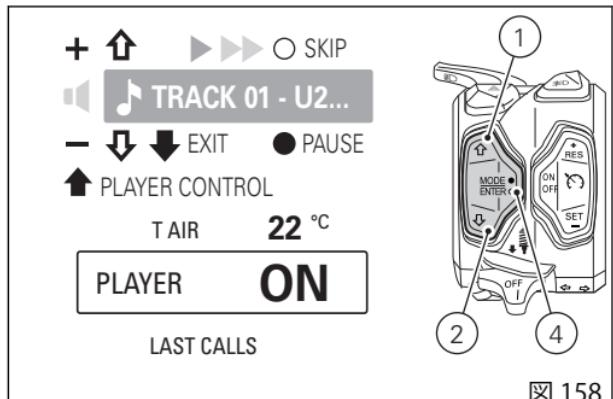

図 158
プレーヤーが起動していない場合、インストルメントパネルは "PLAYER OFF" の文字を表示します (図 156)。起動するにはボタン(4) を押します。インストルメントパネルは "PLAYERON" の文字を表示し、メニューの上にプレーヤーメニューが現れます (図 158)。プレーヤーメニューの表示を解除するには、ボタン(2) を 2 秒間押します。
プレーヤーが ON でプレーヤー操作内にいる時は(図 158)、ボタン(1)、ボタン(2)、ボタン(4)はプレーヤー操作専用ボタンになります。